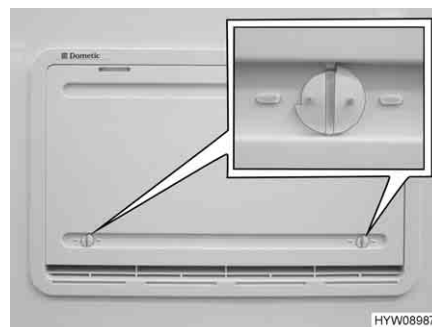

Fig. 99 Copertura invernale
Le coperture invernali (Fig. 99) proteggono il gruppo frigorifero dall'aria fredda. Posizionare le coperture invernali davanti a entrambe le griglie di aerazione quando la temperatura esterna scende al di sotto di +10 °C (sia per funzionamento elettrico che a gas).
- Aprire entrambi i bloccaggi (Fig. 99), la scanalatura risulterà orizzontale.